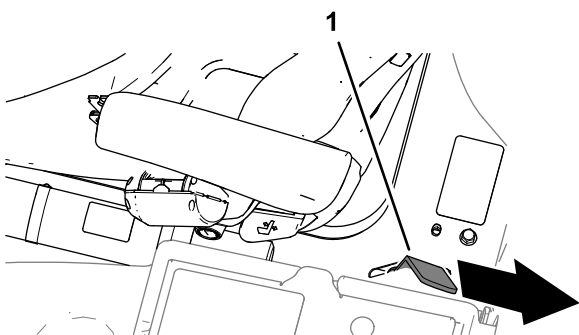

**Figura 46**
3. Abbassate completamente la piattaforma e spostate la maniglia di fermo verso la parte posteriore della macchina fino a quando il fermo non si innesta completamente sulla barra di bloccaggio (Figura 46).